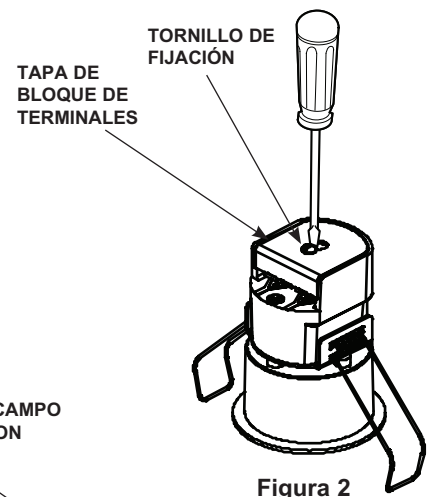
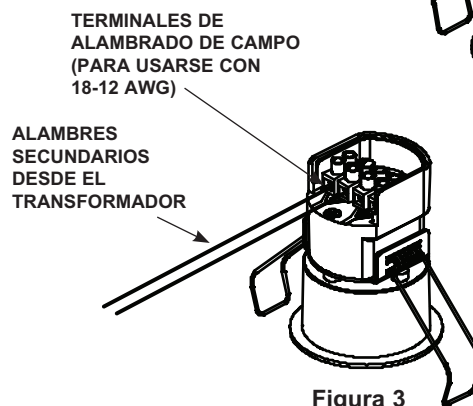

Figura 2
Figura 3
**Paso 4.** Quite la tapa del bloque de terminales ubicada en la parte superior del accesorio (Figura 2). Inserte los dos alambres secundarios en las terminales juntas al lado derecho o izquierdo del bloque de terminales (Figura 3). (Las terminales restantes son para conexiones en cadena, si se desea). El alambrado secundario no está polarizado. Apriete bien los tornillos del bloque de terminales para sujetar los alambres. (Mínimo de 4 In-lb)